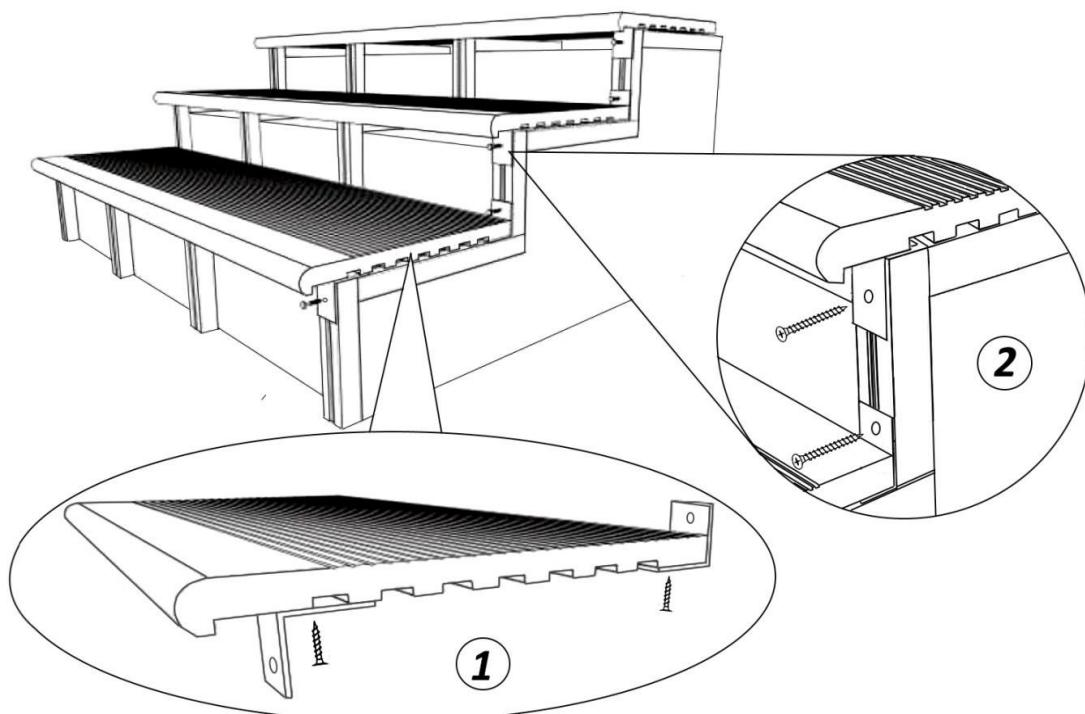

Рис. 21 – монтаж ступени из ДПК
Для скрытного крепления к основанию необходимо прикрепить к нижней части ступени перфорированный уголок из оцинкованной стали как показано на рис. 21 (1).
Ступень укладывается на горизонтальные лаги и фиксируется к каркасу через уголок с помощью саморезов (рис. 21 (2)) крепление производится через каждые 500 мм.